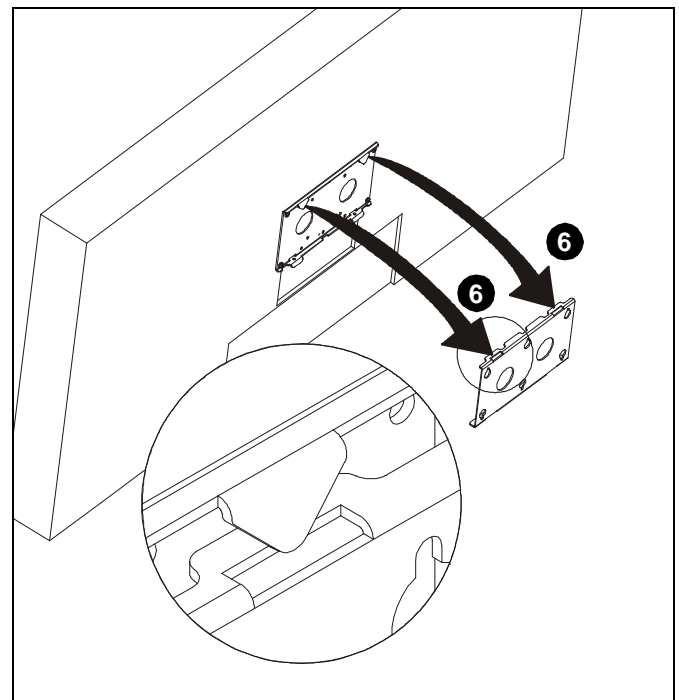

Figure 10
6. Insérez partiellement les onglets du haut de la plaque frontale dans les fentes du haut du support mural. (Voir figure 10)